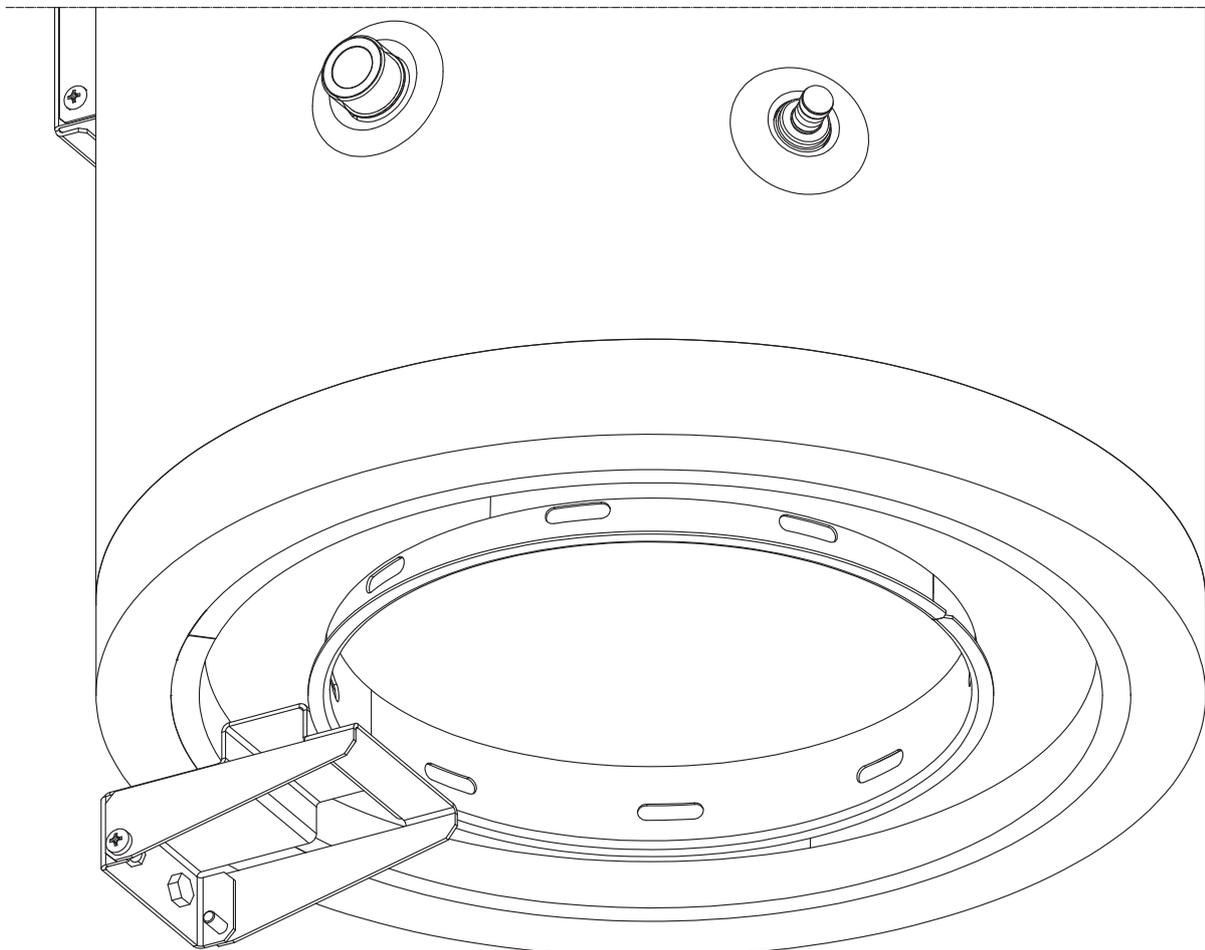

Fig. 4
- Assicurarsi che il piedistallo boiler arrivi in battuta contro il supporto inferiore come rappresentano nel disegno (Fig. 4).
- Make sure that the boiler pedestal comes into contact with the lower support as shown in the drawing (Fig. 4).